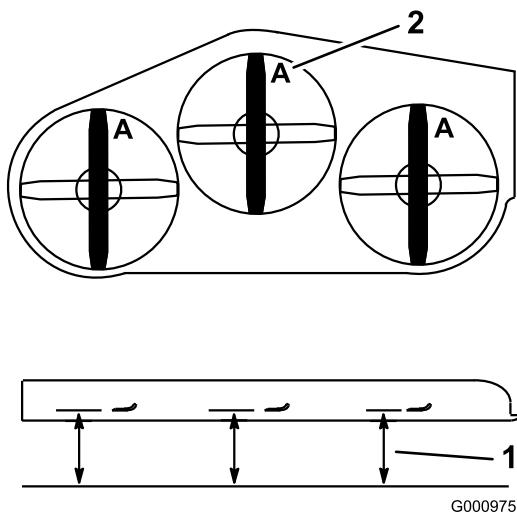

Figura 98
- Gire las cuchillas hasta que los extremos estén orientados hacia adelante y hacia atrás (Figura 98). Mida desde una superficie nivelada hasta el filo de corte, posición A, de las cuchillas (Figura 98). Anote esta dimensión.